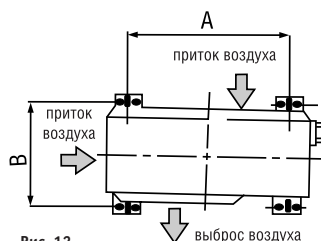

Рис. 12
- Выберите такое направление выхода воздуха из наружного блока, чтобы воздушный поток не встречал препятствий (рис. 12).